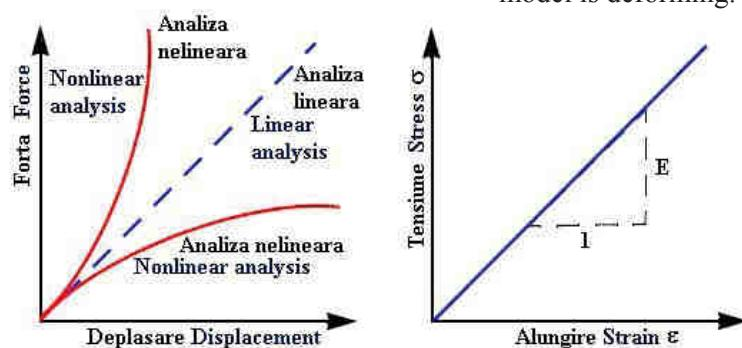

Fig. 9.3
**Ipoteza 2: Ipoteza linearității – relația dintre încărcări și răspunsul induș în corp este lineară, fig. 9.3. De exemplu, la dublarea încărcării, răspunsul corpului (deplasări, alungiri, tensiuni) se va dubla. Această ipoteză poate fi utilizată dacă:**
The relationship between loads and induced responses is linear, fig. 9.3. For example, if you double the loads, the response of the model (displacements, strains, and stresses), will also double. You can make the linearity assumption if: